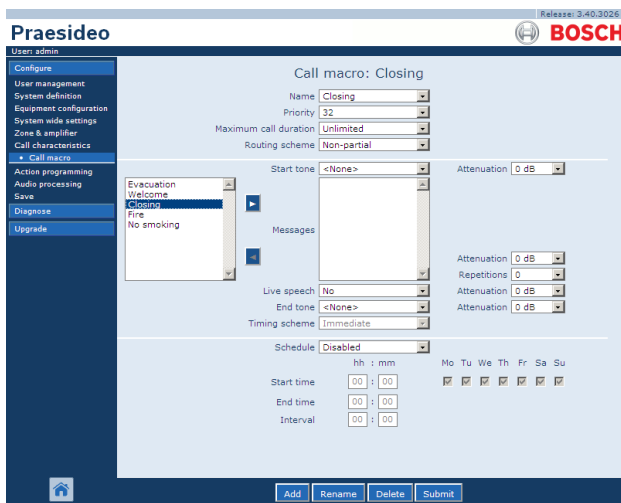

Abbildung 46.5: Neues Ansagemakro erstellen, Schritt 4
- 4 Klicken Sie auf die Schaltfläche *OK*, um das Ansagemakro zur Liste der Ansagemakros des Systems hinzuzufügen. Im Main Frame der webbasierten Benutzeroberfläche wird ein Bildschirm angezeigt, der dem in Abbildung 46.5 gleicht.